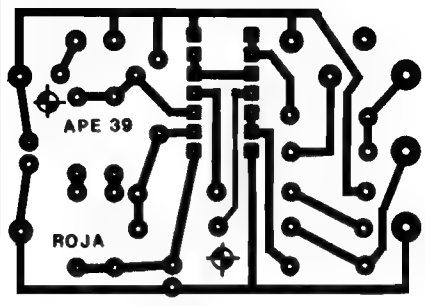

Fig. 2
- **FIG. 2 - LAY OUT DO CIRCUITO IMPRESSO ESPECÍFICO** - Como a quantidade de peças é reduzida, o próprio arranjo de ilhas e pistas apresenta suficiente "descomplicação" e baixo "congestionamento" para que sua realização fique ao alcance mesmo do Hobbysta ainda sem muita prática... Recomendam-se - certamente - os eternos cuidados, exaustivamente descritos em APE, para a traçagem, corrosão, limpeza, furação e verificação final do Impresso, tudo isso antes de começar as soldagens... Uma leitura atenta às INSTRUÇÕES GERAIS PARA AS MONTAGENS ajudará muito aos recém-Hobbystas... Lembrar sempre que, mesmo partindo de componentes corretos e perfeitos, polaridades certas, soldagens perfeitas, etc., um circuito NÃO FUNCIONARÁ se o seu substrato, a placa de Impresso, tiver uma merdinha de um defeitinho (lapso ou "curto" nos caminhos cobreados), quase invisível a olho nú...
nar corretamente as peças para soldagem... Alguma duvidazinha que "sobrar" poderá ser sanada a partir de uma leitura ao TABELÃO APE, sempre encartado nas primeiras páginas da Revista, lá junto às INSTRUÇÕES GERAIS (também permanentes...). Como sempre, enfatizamos que os maiores cuidados devem ser dispensados à colocação dos componentes polarizados (Integrado, diodos, capacitores eletrolíticos), mas também a relação valor/posição das demais peças tem grande importância (se dois resistores - por exemplo - um de 10K e um de 10M tiverem suas posições trocadas, o circuito não funcionará...). Um lembrete: os terminais do trim-pot vertical são mais grossos do que a média das "pernas" das demais peças, necessitando assim de uma furação de maior calibre, na placa, para a devida inserção (observem, na fig. 2, que as "ilhas" destinadas aos pinos do dito trim-pot são mais "taludas", justamente para permitir furações de maior parâmetro). Algumas ilhas periféricas (junto
- **FIG. 2 - LAY OUT DO CIRCUITO IMPRESSO ESPECÍFICO** - Em tamanho natural (escala 1:1), basta "carbonar" cuidadosamente o diagrama, respeitando posições, tamanhos e percursos de ilhas e pistas, para que o Leitor/Hobbysta obtenha uma plaquinha bonita e "profissional". Atenção - principalmente - às ilhas destinadas a receber as "perninhas" do Integrado e os pinos do relê, já que qualquer pequena alteração nas posições/dimensões de tais contatos poderão obstar a inserção dos ditos terminais... Observar a necessidade de trilhas mais grossas nos percursos de alta Corrente, entre os terminais de aplicação do relê e os pontos de conexão externa "NF-C-NA"... No mais, é seguir as tradicionais regras de boa confecção, conferindo muito bem a placa ao final, ainda antes de inserir e soldar as peças (quando, então, ainda é possível retificar-se com facilidade erros, lapsos ou "curtos" constatados nessa verificação...).